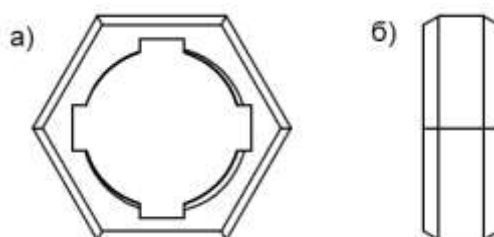

Рисунок 1 – Гайка M22x1,5-6g: а) – вид спереди; б) – вид сбоку
2.1.1 Изделие выпускается в пластиковом корпусе и предназначено для щитового монтажа (подробнее о монтаже – в разделе 8). СИ-25-01 крепится к стенке щита с помощью комплектной гайки M22x1,5-6g (см. рисунок 1).